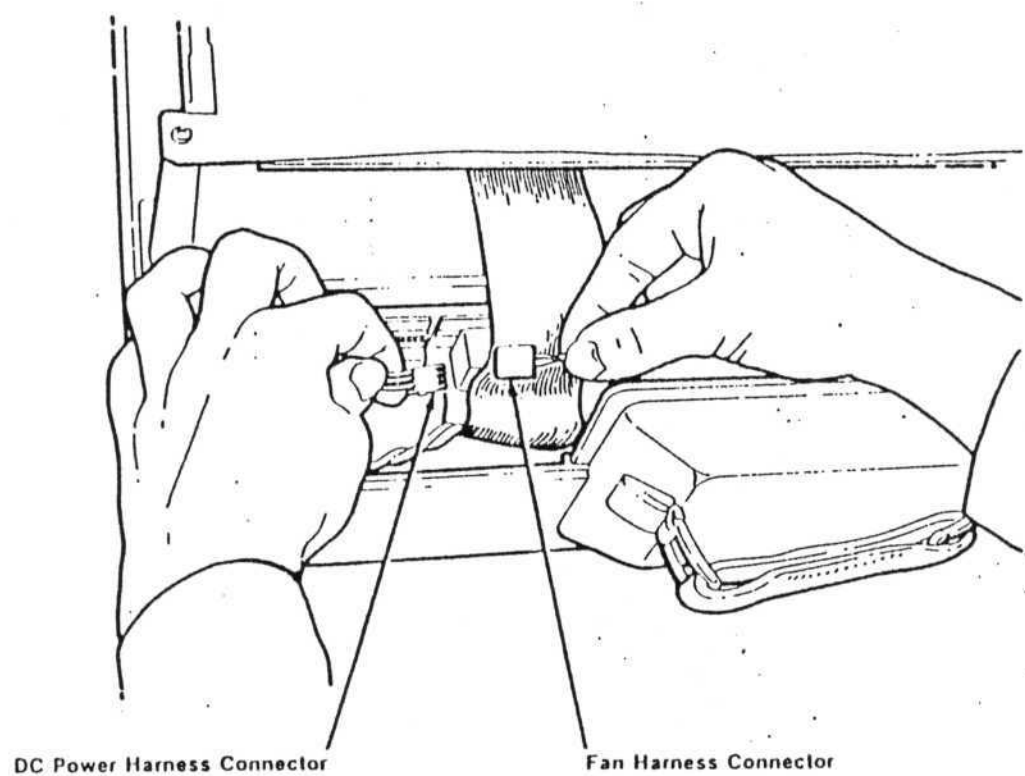

Bild 17
9. Den Ventilator in die Halterung einschieben (Pfeil der Lüfterklappe zeigt nach unten) und mit dem DC-Stecker verbinden (Bild 17).